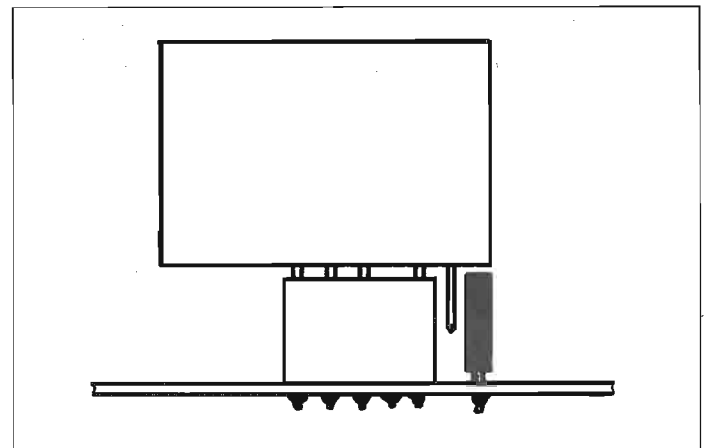

Fig.3.5
- La plus petite platine à 6 pôles (1.179.183.21) du faisceau de câbles est enfichée dans la prise CIS à 5 pôles (pos. B sur l'ARM ELECTRONIC PCB) de manière que l'une des broches de raccordement reste libre entre la prise CIS et le condensateur (voir fig. 3.5). La fiche qui se trouvait précédemment en cet endroit est enfichée dans la prise de la plus petite platine 1.179.183.21 (attention au codage, un raccord de la prise doit rester libre).